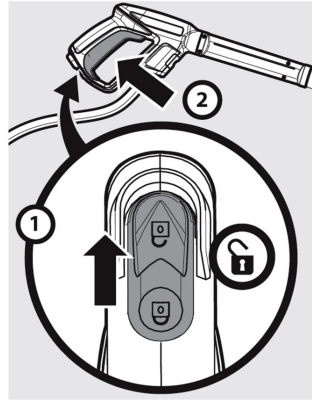

Рис. 12
- Не включая мотора, разблокируйте курок пистолета переведя переключатель в положение «замок открыт» (рис. 12). Вода самотёком должна заполнить внутреннее пространство компонентов мойки и начать течь из установленной насадки. **ВНИМАНИЕ!** Делайте так перед каждой эксплуатацией агрегата!
- Разблокируйте курок пистолета (рис. 12) и нажмите на него, удерживая в нажатом